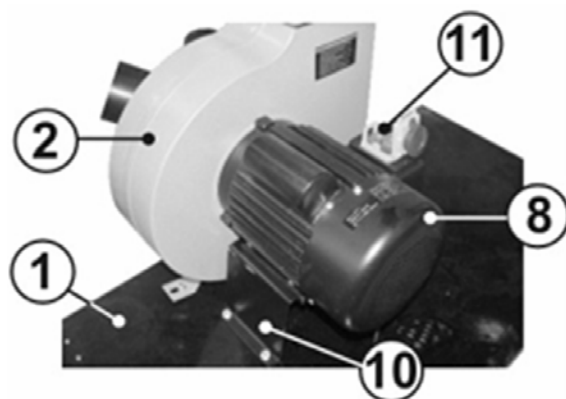

Рис.3
- 8.2. Прикрепив болтами к двигателю (8) его основание (10), закрепите болтами на основании (1) корпус вентилятора (2) с двигателем (8) на основании (10) и магнитным пускателем (11), Рис.3. 4.